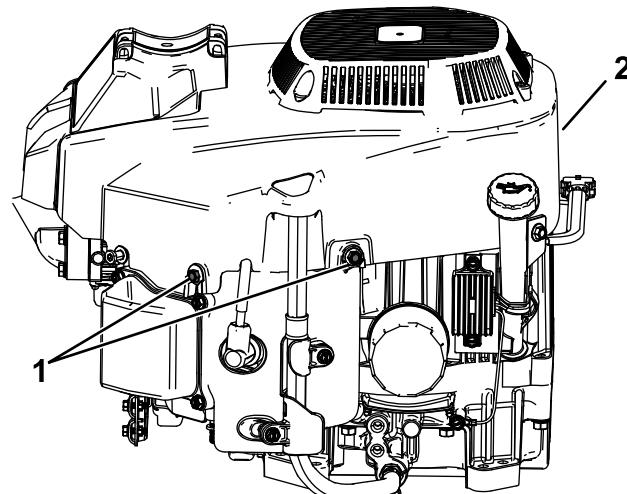

Figura 53
4. Afloje los pernos y retire la carcasa del ventilador (**Figura 53**).